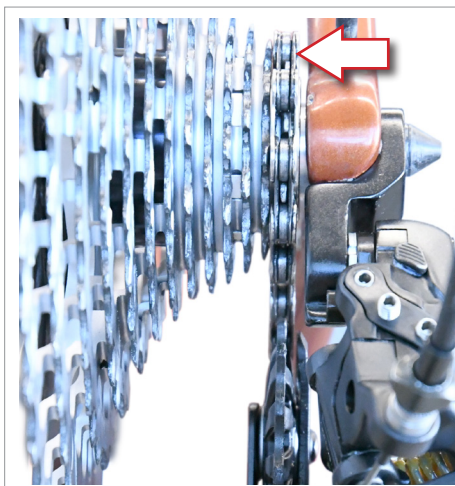
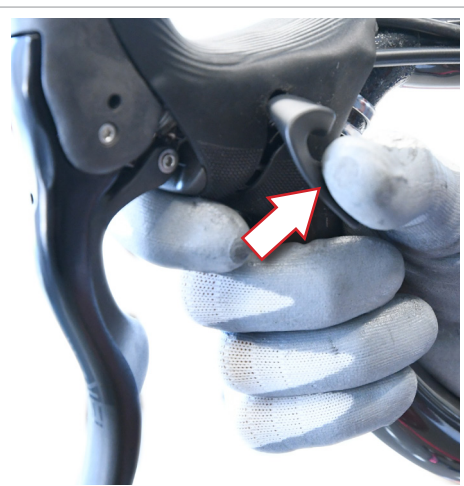

Fig.7
Fig.8
• Effectuez cette opération avec la chaîne positionnée sur le plus petit pignon (Fig. 7) de la roue libre et avec le bouton de commande Ergopower™ remis à zéro (Fig. 8).